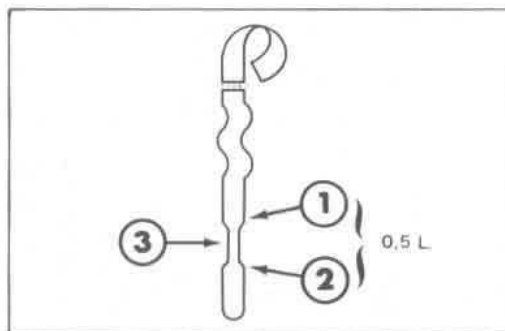

Fig. 31 - Varilla de aceite motor
- Para completar el nivel, rellenar de aceite el cárter sin sobrepasar el extremo superior de la muesca que se encuentra en la varilla. La longitud de la muesca corresponde aproximadamente a 0,5 litros (Fig. 31).